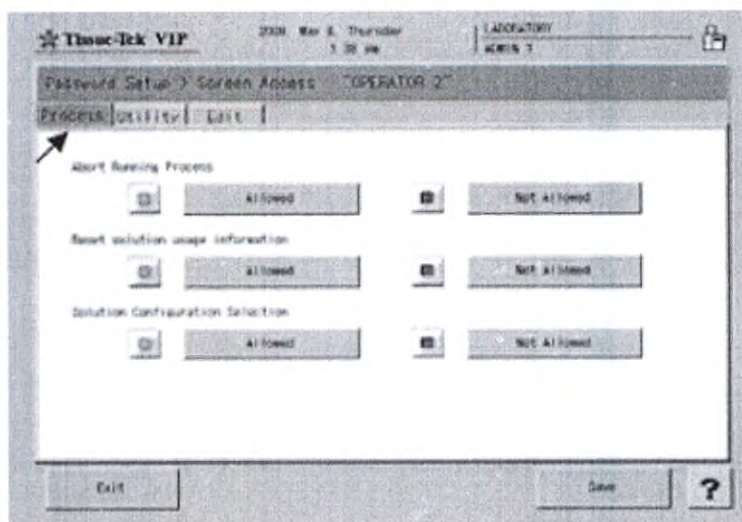

Рис. 42 Вкладка «Доступ к экранам»
• Появится экран «Password Setup>Screen Access» (Установка пароля>Доступ к экранам) (Рис. 42). На этом экране есть три закладки: «Process» (Процессы), «Utility» (Утилиты) и «Edit» (Редактирование). На каждой закладке администратор может установить уровень доступа пользователя к тем или иным функциям.
Закладка «Process» (Процессы) (Рис. 42) — позволяет установить доступ к функциям «Abort Running Process» (Остановка текущих процессов), «Reset Solution Usage Information» (Сброс информации об использовании решения)